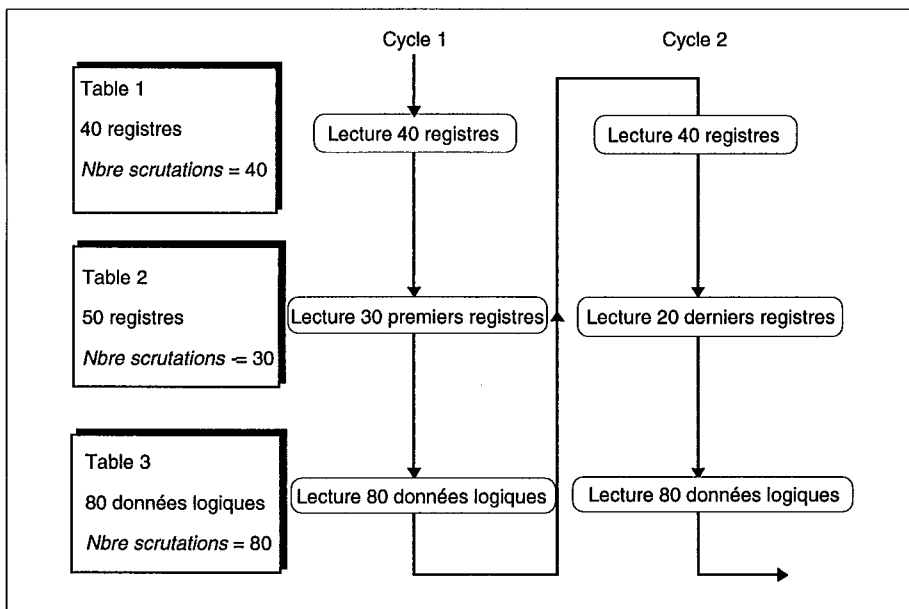

Figure 6-3 Séquence d'interrogation (exemple)
La figure 6-3 montre un exemple de deux cycles de séquence d'interrogation. Dans la table 2, le nombre de registres (50) dépasse le nombre maximum de scrutations (30), il faut donc deux cycles d'interrogation pour une mise à jour complète.
Si la tâche de scrutation détecte qu'une valeur de l'un des esclaves Modbus doit être mise à jour, elle demande à la tâche d'interrogation d'écrire la nouvelle valeur sur le réseau Modbus. La tâche d'interrogation peut réaliser *une* opération d'écriture au maximum entre deux opérations de lecture consécutives. Ainsi, dans l'exemple de la figure 6-3, un maximum de trois écritures peuvent être réalisées par cycle d'interrogation.